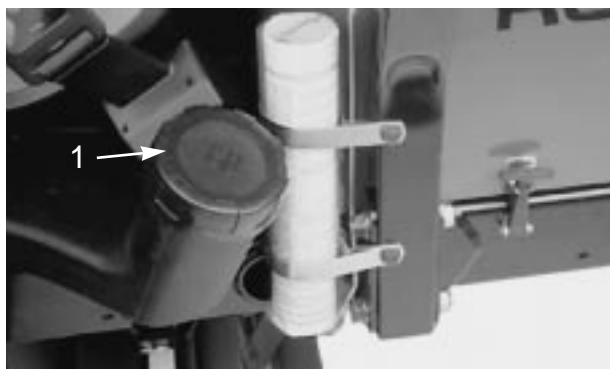

図 17
1. 燃料タンクの補給口（図17）付近をウェスできれいにぬぐう。